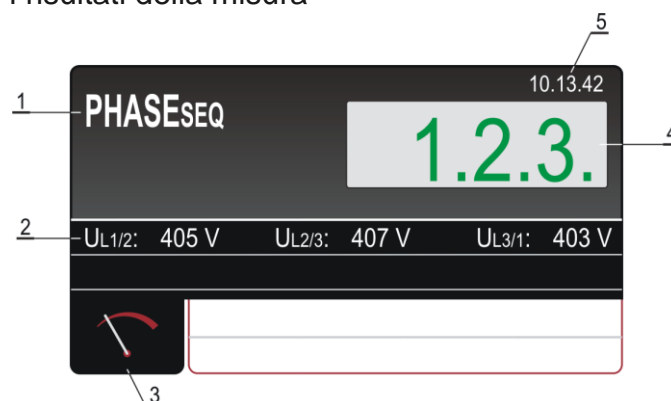

Fig. 67: Videata di misura della funzione PHASESEQ
3. Eseguire la misura premendo il tasto **START/STOP**. La misura è eseguita e il risultato del test è mostrato in verde e da un segnale acustico breve se conforme alla direzione di riferimento (**indicazione 1.2.3.**). Se il risultato non è conforme alla direzione di riferimento (**indicazione 2.1.3.**) è visualizzato in rosso e da un segnale acustico prolungato. La seguente Fig. 67 mostra un esempio di schermata con i risultati della misura